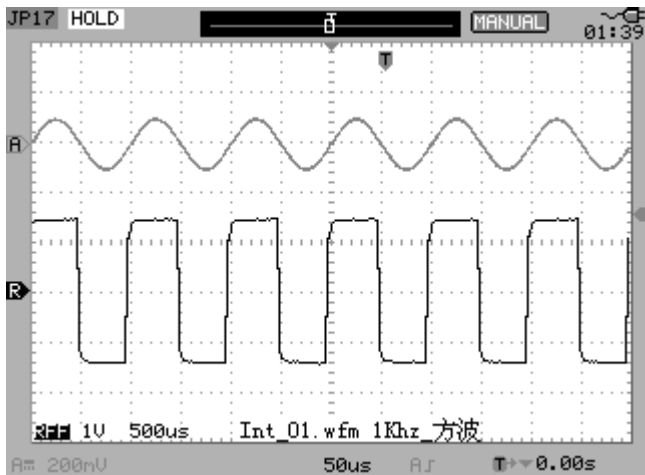

图 2-53 波形回调。
4、按上下方向键选择一个位置，如选择描述为：“1Khz\_方波”，位置 Int01，按 F1 打开该位置波形数据并显示在屏幕上，名称为：REF 1V 500us Int\_01.wfm 1Khz\_方波。如图 2-53 所示: